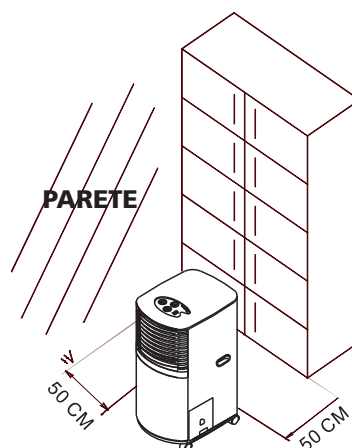

fig. 4
- Mantenere l'apparecchio almeno a 50 cm di distanza da pareti, mobili e tendaggi (fig. 4).